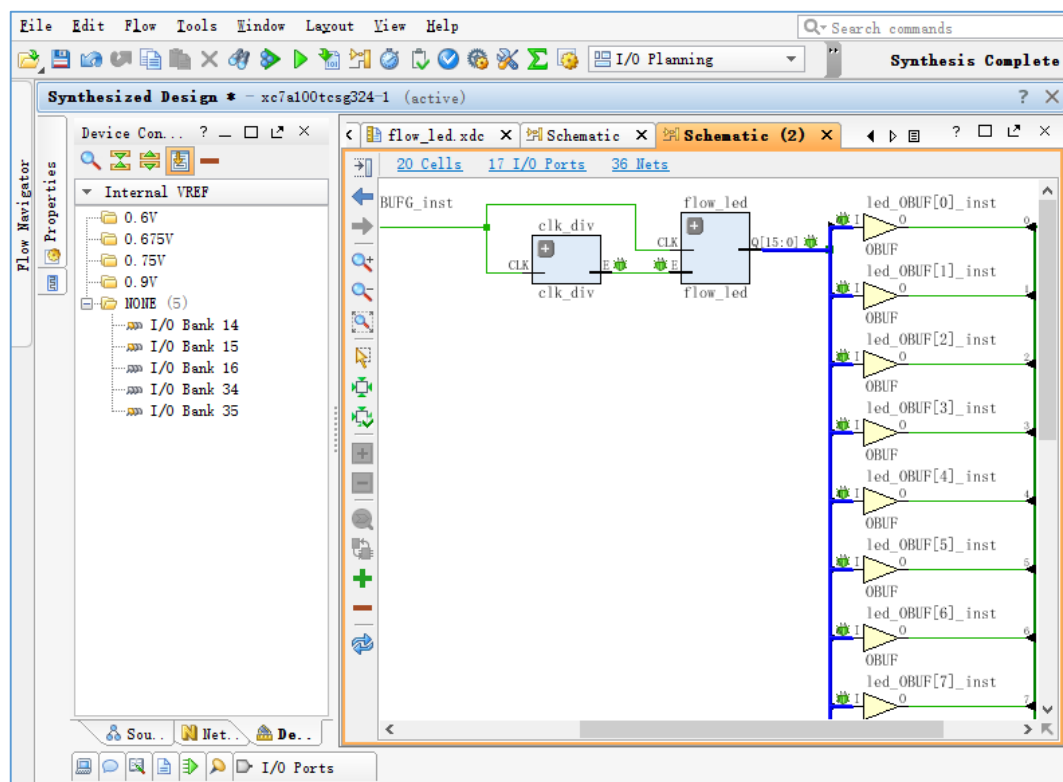

图 4.130 流水灯模块
2. 然后我们再 Mark 流水灯模块的输出线。图 4.130 所示，找到与“flow_led”模块的输出端口相连的信号线“led_OBUF”，选中后右击，选择“Mark Debug”。